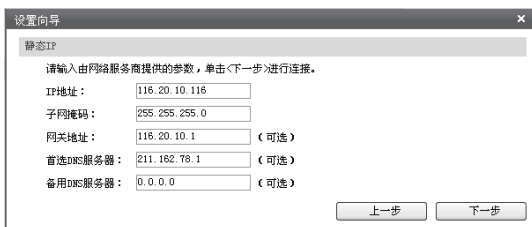

图4-11 上网方式-静态IP
3)如果上网方式为静态IP，即拥有网络服务商提供的固定IP地址，则需要填写IP地址、子网掩码、网关和DNS服务器等内容，如图4-11所示。